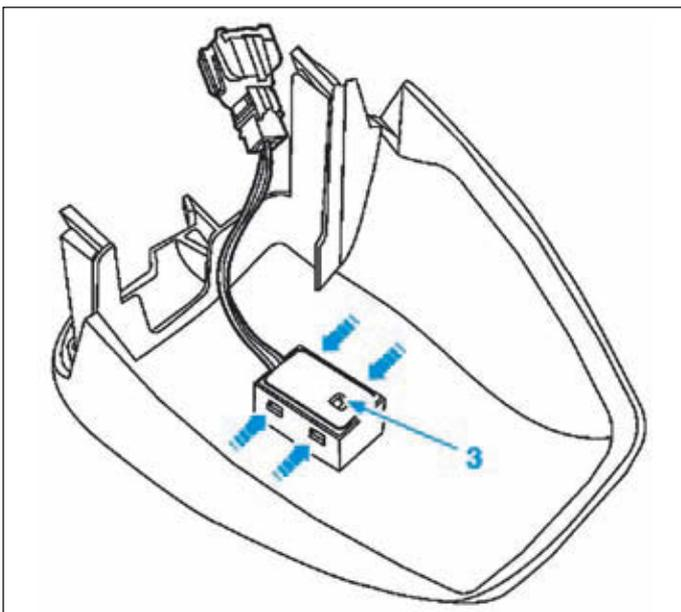

FIG.65
- Dégrafer la sonde de température habitacle (3) de la garniture du rétroviseur intérieur (Fig.65).